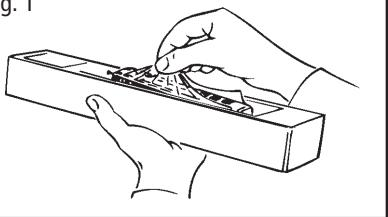

Fig. 2
**Aufrüstung:** Sie können für Ihren Fahrbetrieb unter verschiedenen Kupplungen wählen (Fig. 2). Wir empfehlen den Einsatz der ROCO-Kurzkupplung. Im beigelegten Zurüstbeutel finden Sie auch kleine vorbildgetreue Steckteile für eine erweiterte Aufrüstung Ihres Modells (Fig. 2), die Sie bitte **vorsichtig montieren**. **Achtung!** Kleben nur mit ausdrücklichem Hinweis.
**Fittings:** Operation is possible with different couplings (fig. 2). We recommend using the Roco close coupling. In the enclosed accessory bag you will find small kits to be fitted on your locomotive. Please **mount them cautiously**.
**Les attelages:** En vue d'une exploitation pratique sur votre réseau vous pouvez choisir parmi plusieurs types d'attelages conformes aux différents systèmes d'attelage pratiqués en H0 (voir fig. 2). Nous vous recommandons l'emploi de **l'attelage court Roco**. Le sachet joint comprend entre autres des petites pièces de finition conformes à la réalité et à **porter avec précaution** par le modéliste (fig. 2), si désiré. **Attention:** N'utilisez de la colle qu'aux endroits expressément indiqués aux dessins!